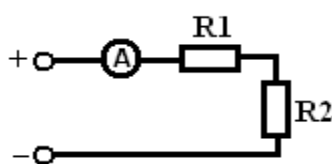
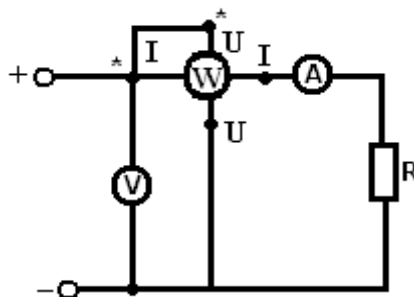

Рисунок 1.
Рисунок 3
3. Для схемы (рисунок 1) из имеющихся приборов выбрать амперметр по роду тока и номинальному значению.
7. Повторить п.5 для схем рисунок 1 и рисунок 3.